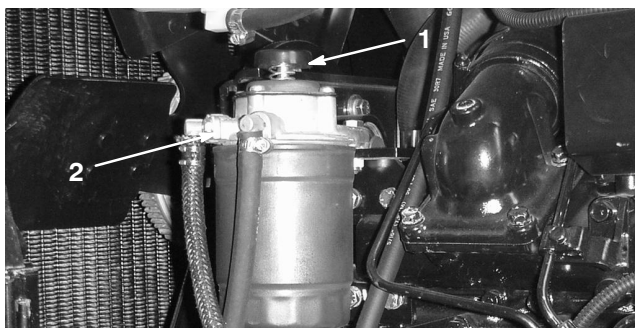

Bild 26
2. Drehen Sie die Vorpumpe (Bild 26) nach links, bis sich die Feder in der Pumpe löst. Bewegen Sie die Pumpe nach oben und unten, bis ein gleichmäßiger Kraftstoffstrom um den Filter herum austritt. Ziehen Sie dann die Schraube fest.
3. Lösen Sie die Entlüftungsschraube am Kraftstofffilter/Wasserabscheider um ungefähr eineinhalb Umdrehungen (Bild 26). Bedienen Sie die Vorpumpe, bis ein gleichmäßiger Kraftstoffstrom um das Entlüftungsloch fließt (Bild 26). Ziehen Sie dann die Entlüftungsschraube fest.